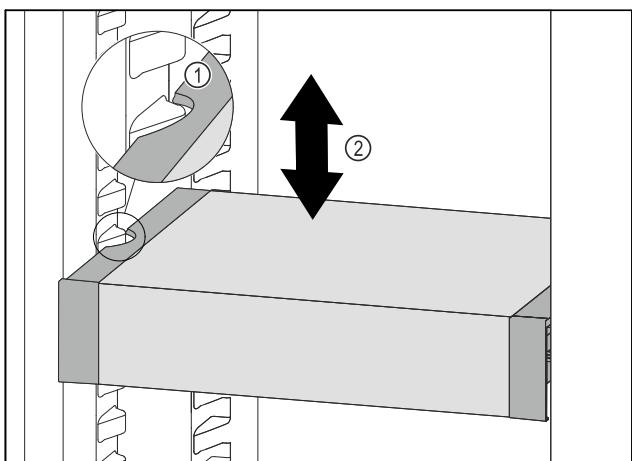

Fig. 60
- Потягнути VarioSafe вперед, поки бокові заглиблення VarioSafe не опиняться на рівні ребра для резервуара в охолоджувальному відділенні. Fig. 60 (1)
- Пересувайте VarioSafe вгору або вниз в охолоджувальному відділенні до тих пір, поки не досягнете бажаної висоти. Fig. 60 (2)